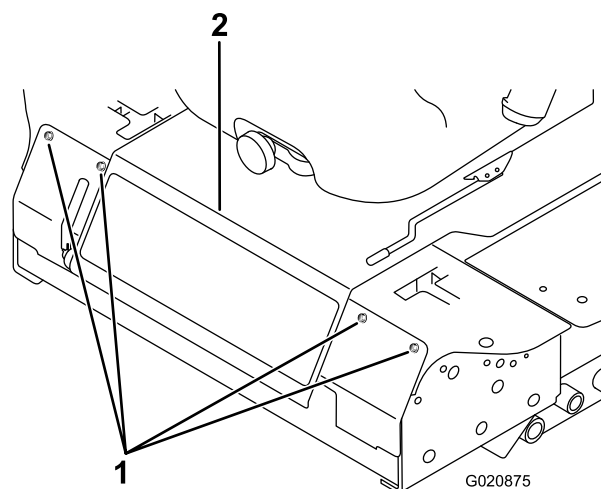

Figure 49
3. Retirez les boulons de fixation du panneau avant et déposez le panneau (Figure 49).